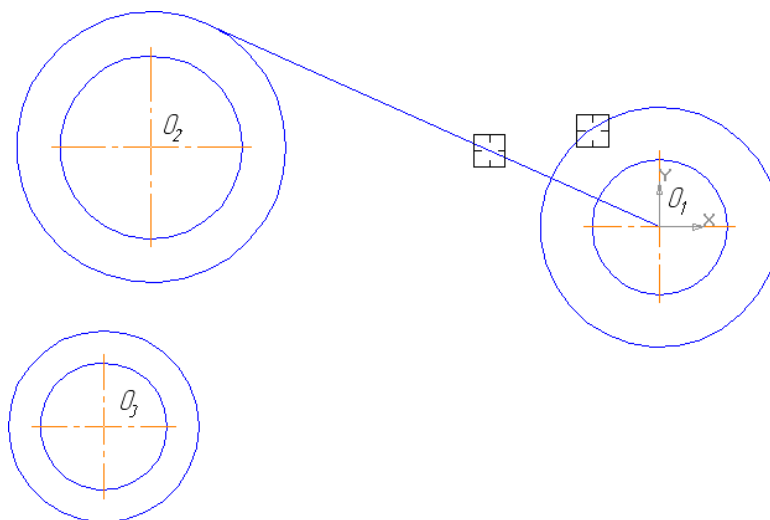
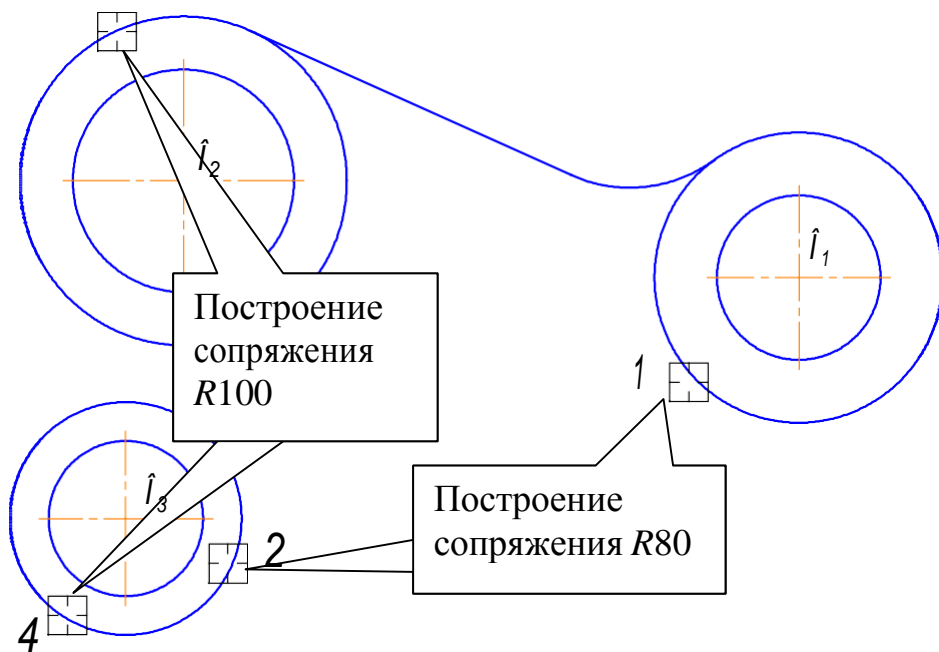
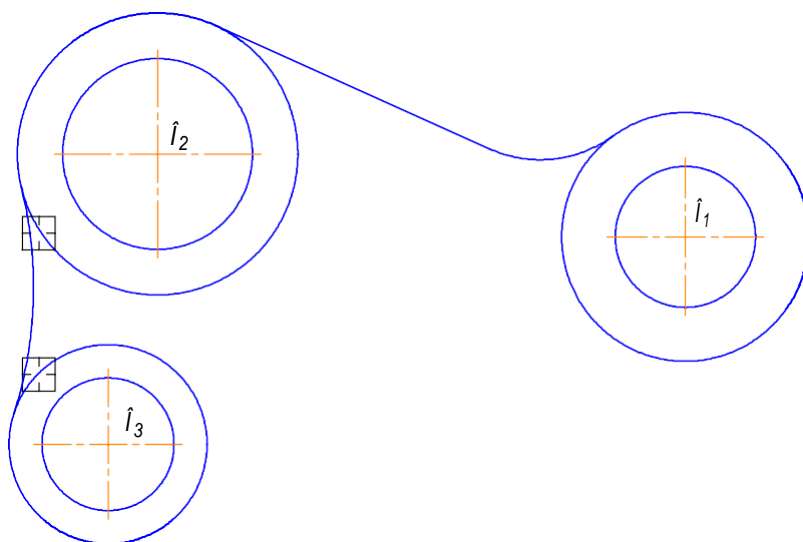

Рис. 3
Рис. 4
Рис. 5
3. Выполните касательную из точки с координатами (0, 0) к окружности, имеющей радиус 34 мм, рис. 3
4. Создайте сопряжения радиусами 30, 80, 100 мм, рис. 4.
2. Постройте отрезок, проходящий через центр  $O_1$  касательно к окружности, имеющей радиус 34 мм. Для этого активизируйте команду **Касательный отрезок через внешнюю точку** . На запрос системы **Укажите кривую для построения касательного отрезка** курсором укажите окружность, рис. 3, на запрос системы **Укажите начальную точку отрезка** подведите курсор к началу координат. После срабатывания привязки
Включите кнопку **Скругление** на панели **Геометрия**. В поле **Радиус скругления** в Строке параметров введите значение «30». После этого укажите мишенью на отрезок и на окружность, рис. 3. Результат выполнения операции показан на рис. 4.
Аналогично постройте плавные сопряжения дугами  $R100$  и  $R80$  (рис. 4). При выполнении скруглений большое значение имеет место указания объектов. Если при выполнении скругления  $R100$  Вы укажете окружности в точках 1 и 2, рис. 5, то система выполнит построение другого варианта сопряжения.